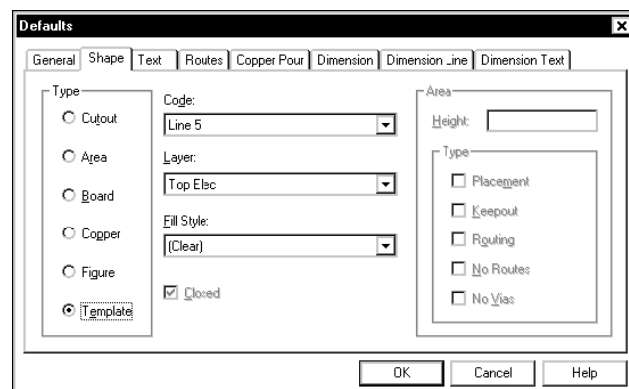

Рис. 4. Настройки формы шаблона заливки.
5. Щелчком мыши перейдем на закладку Shape диалогового окна Defaults (рис. 4).